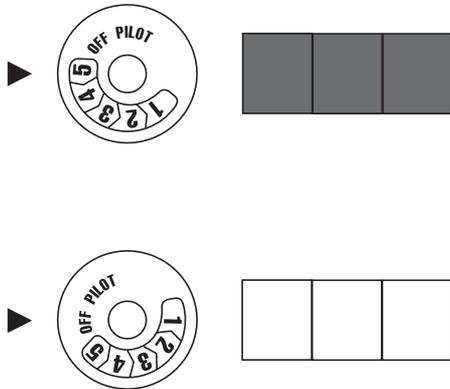

Fig.12 Aspecto del quemador
8. Gire la manecilla de control del termostato en el sentido contrario a las manecillas del reloj  al nivel de calefacción deseado. Se deberá encender el quemador principal. Coloque la manecilla de control a cualquier nivel de calor entre HI y LOW (véase fig. 12).